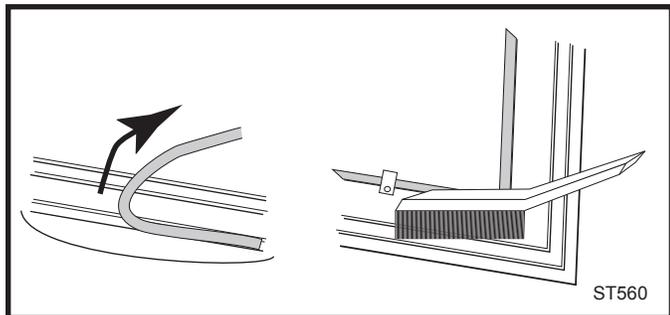

Fig. 44 Retirez le joint puis nettoyez le profilé à l'aide d'une brosse métallique
1. Retirez le joint existant en le tirant fermement par une extrémité. (Fig. 44)